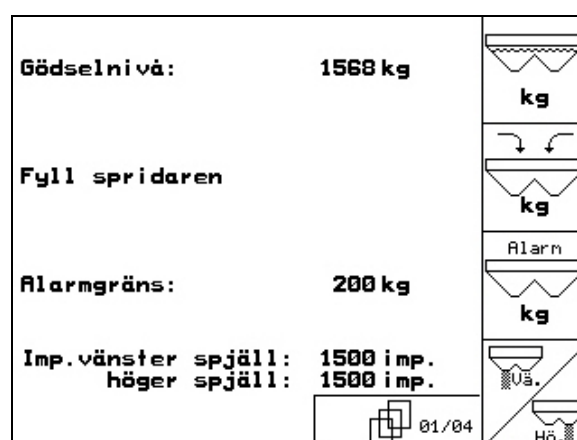

Fig. 67
- I menyn Maskindata, sidan ett  (Fig. 67).
Bekräfta påfylld gödselmängd (Fig. 67).